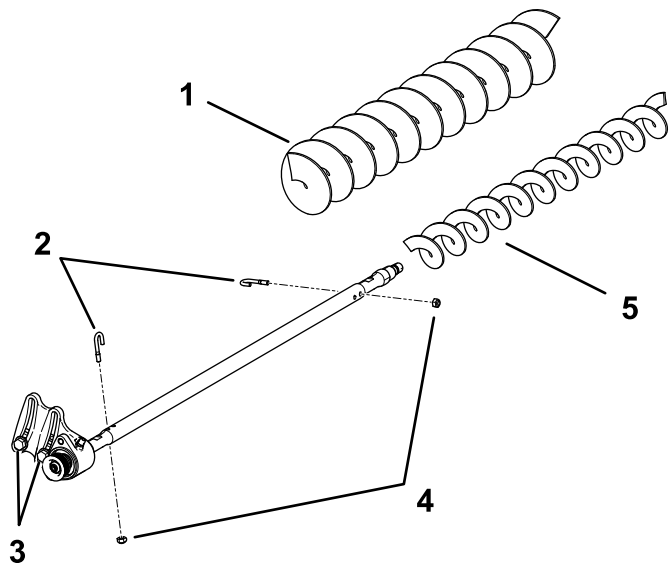

图 20
3. 拆下 2 个 J 形螺栓和螺母 图 20。
4. 滑动现有滚筒刷从刷轴上取下来 图 20。
5. 松开将传动轴承座固定到轴承座安装支架上的 2 个螺栓、垫圈和螺母 图 20。
6. 把高剪滚筒刷滑入刷轴 图 20。
7. 使用之前卸下的 2 个 J 形螺栓和螺母把滚筒刷夹在轴上 图 20。